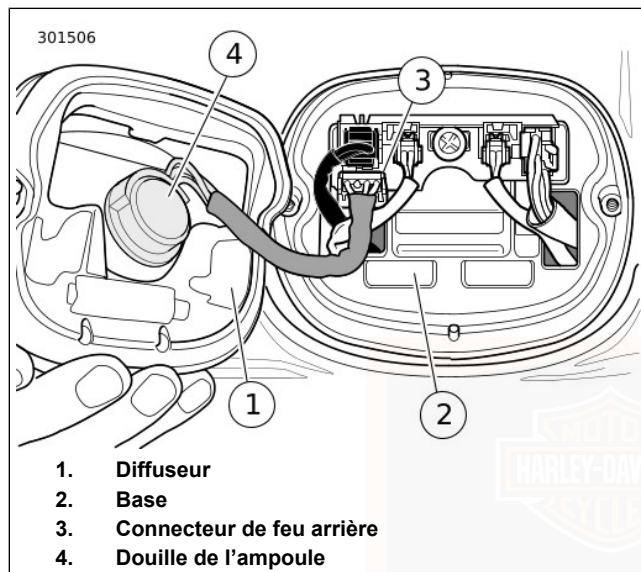

Figure 101. Ensemble du feu arrière
2. Voir Figure 101. Débrancher le connecteur du feu arrière (3).
3. Tourner la douille d'ampoule (4) d'un quart de tour dans le sens antihoraire et la retirer de l'ensemble de feu arrière. Déposer l'ampoule.
2. Voir Figure 101. Introduire la douille (4) dans l'ensemble de feu arrière. Tourner d'un quart de tour dans le sens horaire.
3. Attacher le connecteur de feu arrière (3).